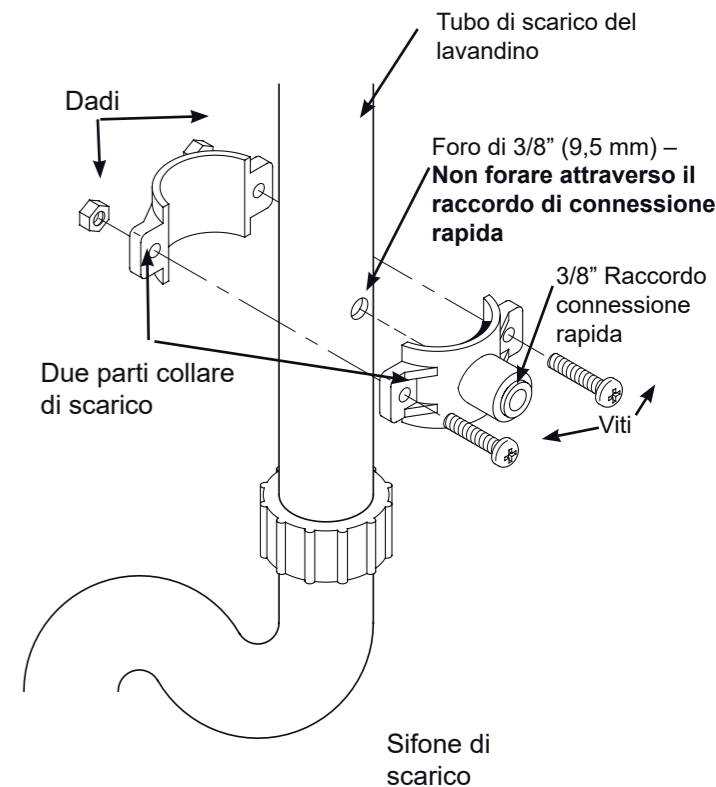

FIG. 7
1. Posizionare le due parti del collare attorno al tubo di scarico del lavandino, circa 15 cm sopra al sifone (Vedi Fig. 7). Assicurarsi che il raccordo di connessione rapida sia nella direzione del filtro dell'osmosi inversa. **NOTA: posizionare il collare in modo che il tubo di scarico dell'osmosi inversa si inserisca direttamente nel raccordo di connessione rapida, senza avvallamenti.**
2. Utilizzare il foro di connessione rapida per creare un segno sul tubo di scarico dove verrà fatto un foro di 9,5 mm di diametro (vedi Fig.7), quindi rimuovere il collare. **NOTA: non praticare il foro attraverso il raccordo di connessione rapida, in quanto ciò potrebbe danneggiare l'o-ring.**